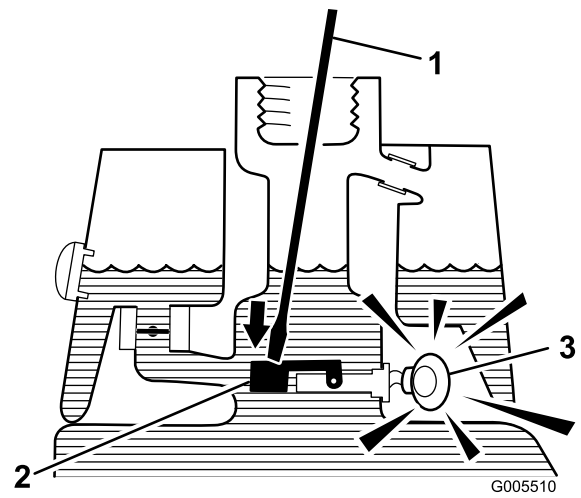

Figura 41
- Introduzca una varilla o un destornillador limpio en el cuello del depósito y empuje hacia abajo, con cuidado, el flotador del sensor (Figura 41); debe sonar la alarma después de la demora de un segundo.